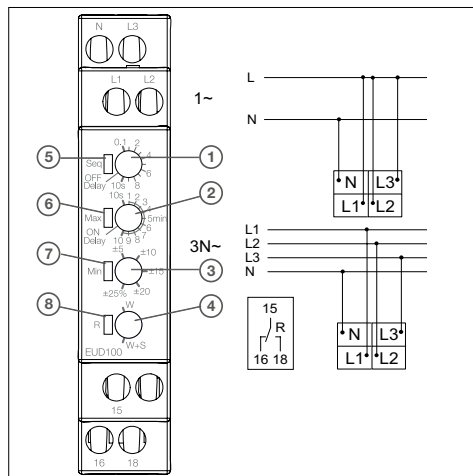

Fig 1: Layout of the device; Connection
- Das Gerät gemäß nach Bild 1 anschließen und verdrahten.
- Connect and wire the device according to Figure 1.
- Raccorder et câbler l'appareil conformément à l'image Fig. 1